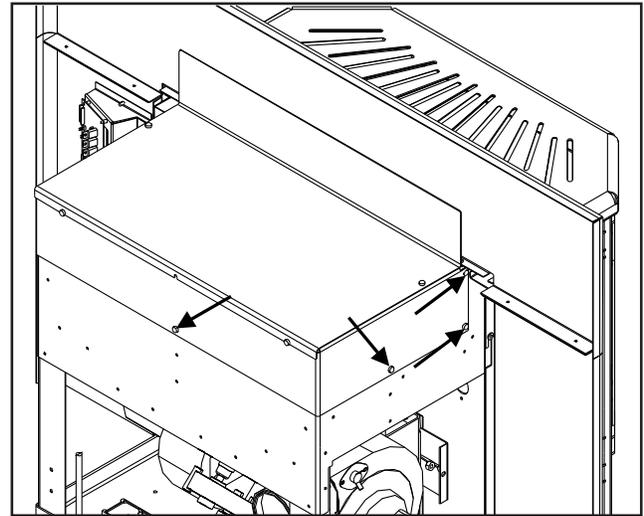

Figure 21: Le placement des vis d'extension de la trémie.
Pour modifier la hauteur de la trémie arrière vers le haut ou vers le bas, déposer les sept (7) T-20, trois (3) de chaque côté et un (1) à l'arrière. Le placement de la vis est illustré figure 21. Déplacer l'ensemble de la trémie pour le paramètre requis et remplacer les vis. Lorsque la trémie arrière est en place, il est recommandé que le silicone est utilisé pour sceller la lèvre inférieure de la trémie arrière et sur les côtés